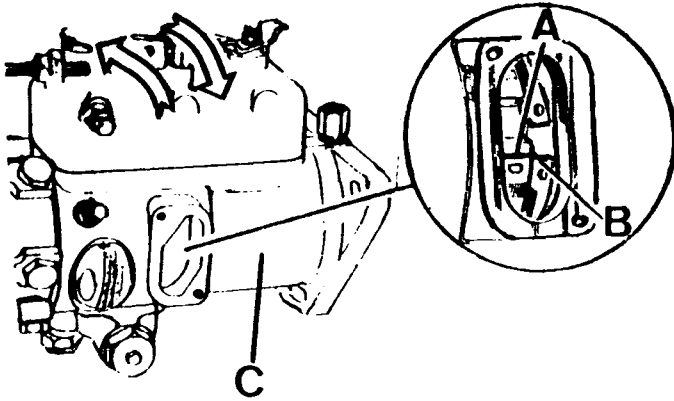

Fig. A3-40A Ajuste de la bomba una vez -- montada en el motor
- 3.12. Hacer coincidir la marca, A (Fig. A3-40A) de sincronización con la parte rec- ta, B, del anillo. Para lo cual será necesario girar el cuerpo de la bomba inyectora, C, hacia la izquierda o hacia la derecha. Una vez que las marcas estén coincidiendo, apretar definitivamente las tres tuercas que fijan la - bomba inyectora a la tapa intermedia y montar la tapa de la ventana de ins- pección de la bomba, A (Fig. A3-36).